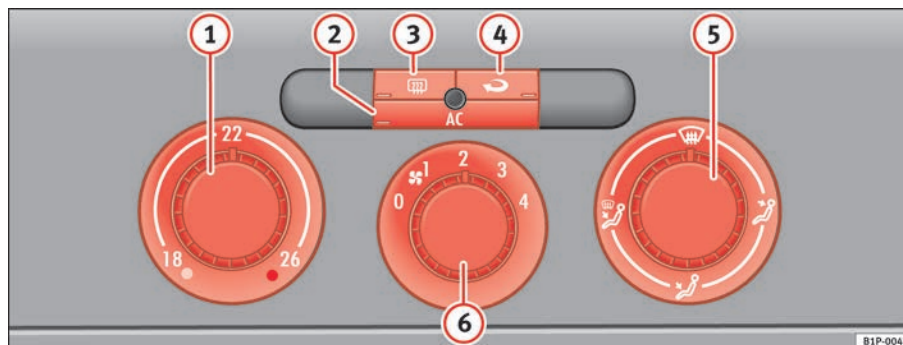

Fig. 108 Mandos del Climatic en el tablero de instrumentos
- Con los reguladores ⇒ fig. 108 ① y ⑤ y con el mando ⑥ se regula la temperatura, la distribución del aire y la velocidad de la turbina.
- Pulse la tecla ②, ③ o ④ para activar o desactivar la función correspondiente. Cuando la función está activa, la ventana situada en la esquina inferior de la tecla se ilumina.
- ① Regulador de temperatura ⇒ página 152
- ② Tecla **AC** – Encender o apagar el grupo refrigerador ⇒ página 152
- ③ Tecla – Luneta térmica. Esta función se apaga automáticamente aproximadamente 20 minutos después de haberla conectado. Se puede desconectar antes pulsando de nuevo la tecla.
- ④ Tecla – Recirculación de aire ⇒ página 154
- ⑤ Regulador de la distribución de aire ⇒ página 152
- ⑥ Mando de la turbina. El caudal de aire tiene 4 niveles de ajuste. La turbina debería funcionar siempre en el nivel más bajo cuando se circule a poca velocidad.
- Encienda el climatizador con la tecla ⇒ **página 151, fig. 108**